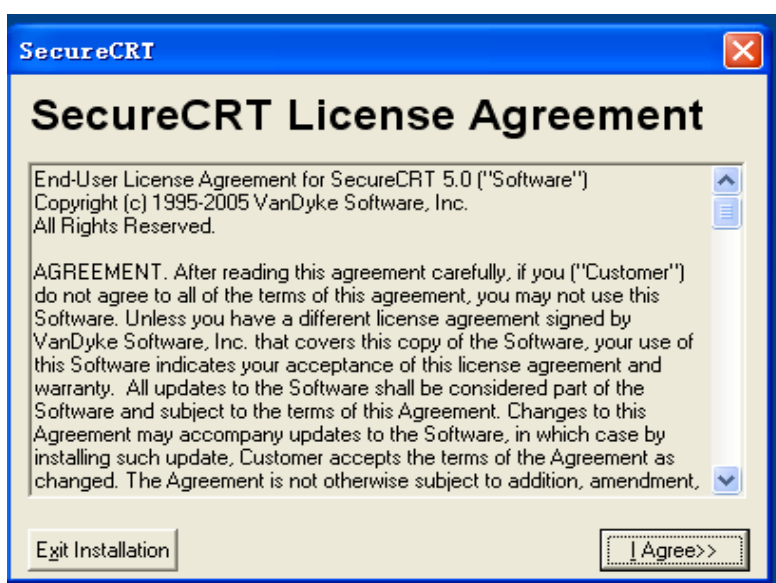

图 2.1
(1) Tftp 软件直接可以打开使用, 无需安装;
(2) SecureCRT 软件需要安装, 双击 scrt50b4.exe 图标, 打开安装程序, 出现如下图 2.1 所示: